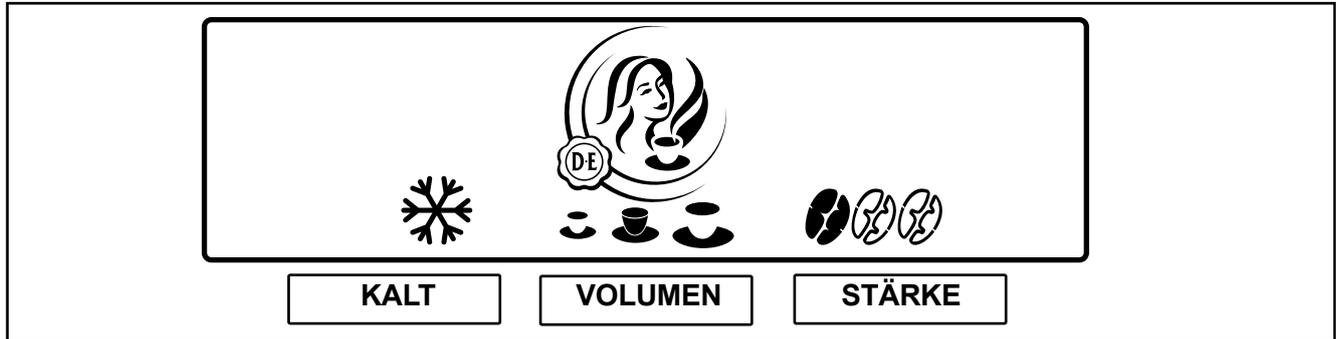

Abb. 15
Ihr Gerät verfügt über Vorwahl-Möglichkeiten. Bei der Installation hat der Service-Techniker eventuell diese Vorwahl-Möglichkeiten aktiviert. Bei Auswahl der Vorwahl-Taster werden die folgenden Vorwahl-Möglichkeiten im Display angezeigt (Abb. 15):
2. Drücken Sie den „**KALT**“-Vorwahl-Taster, um diese Vorwahl zu aktivieren. Das Symbol für Kalt wird angezeigt. (Abb. 15)
2. Drücken Sie den „**VOLUMEN**“-Vorwahl-Taster, um diese Vorwahl zu aktivieren. Drei Tassensymbole (klein - mittel - groß) werden angezeigt. (Abb. 15)